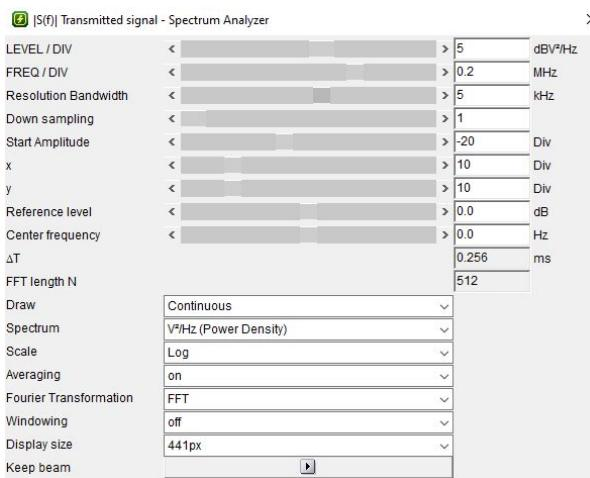

Figura 11: Ventana de configuración analizador de espectros.
5. Para observar las configuraciones del analizador de espectros, posicione el puntero del mouse en la ventana y mediante click derecho se deberá abrir la ventana de configuración según se muestra en la figura 11.
6. Basado en la ventana de configuración de la figura 11 ajuste una frecuencia central de 0.6 MHz y seleccione un SPAN de 0.2 MHz para únicamente ver el espectro centrado en esa frecuencia (puede usar el FREQ/DIV para simular el SPAN del analizador de espectros).